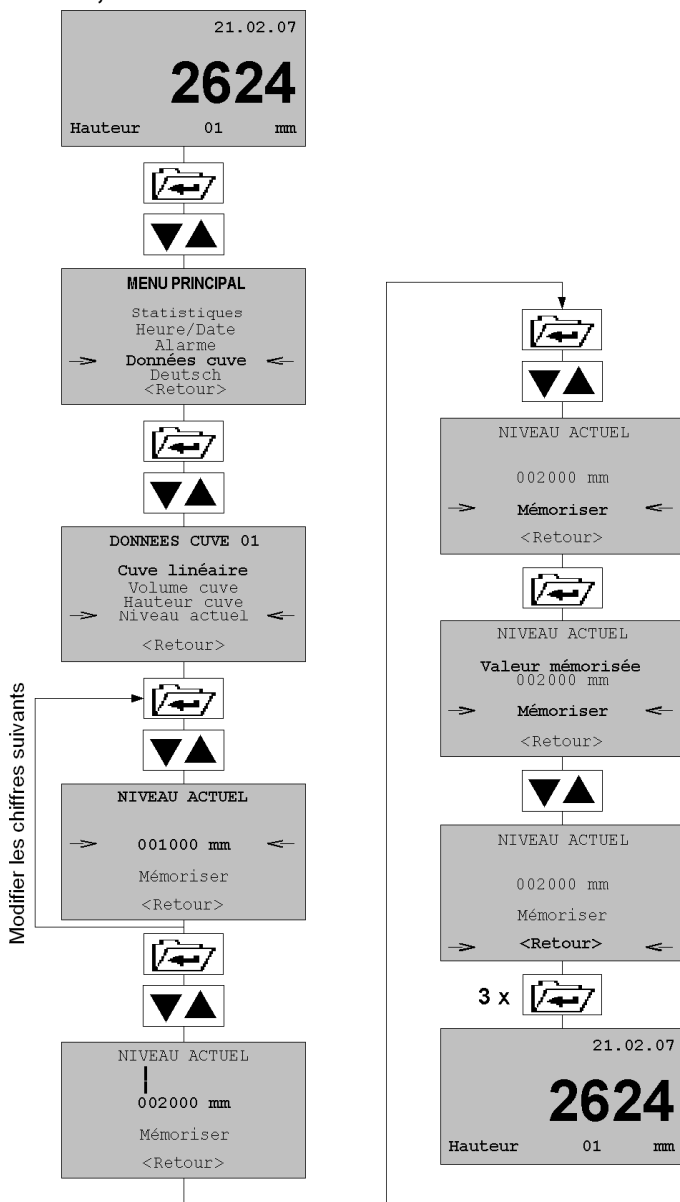

Figure 11 Changer les données par exemple niveau actuel
- ▶ Fixer la hauteur à „000000 mm“, voir figure 11, page 23.